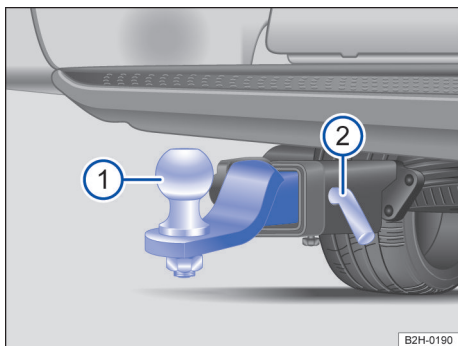

Fig. 135 Sob o para-choque traseiro: montar a rótula de engate.
- Empurrar a rótula de engate → Fig. 135 (1) até o batente no alojamento.
- Empurrar o pino de travamento (2) no alojamento e travar com o pino de bloqueio → ⚠.
- Puxar o pino de travamento → Fig. 135 (2) do batente → ⚠.
- Remover a cabeça esférica (1) do alojamento.